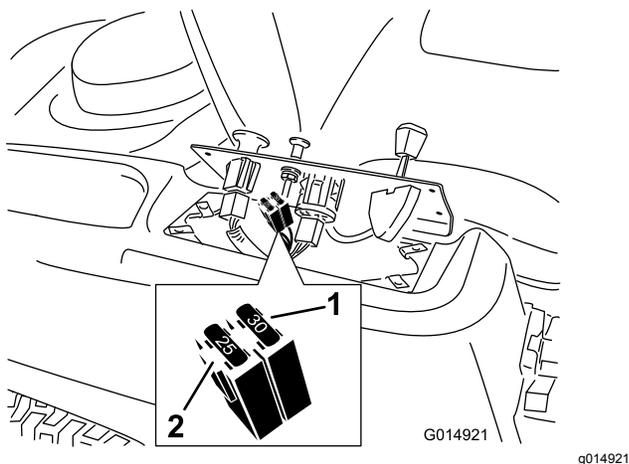

Figura 46
2. Sollevate la plancia per accedere al cablaggio principale e al portafusibili (Figura 46).
3. Per sostituire un fusibile, tiratelo ed estraetelo dall'attacco (Figura 46).